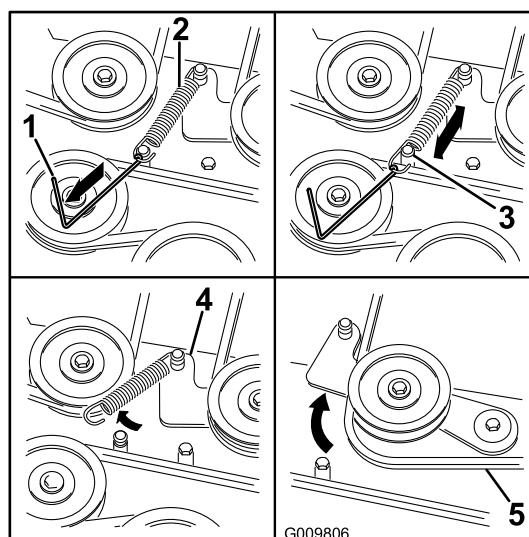

Figure 73
- À l'aide d'un outil de dépose de ressort (réf. Toro 92-5771), décrochez le ressort de l'ergot sur le plateau pour éliminer la tension sur la poulie de tension (Figure 73).
- Acheminez la courroie neuve autour des poulies du plateau de coupe et de la poulie d'embrayage, sous le moteur (Figure 73).
- À l'aide d'un outil de dépose de ressort (réf. Toro 92-5771), accrochez le ressort à l'ergot sur le plateau pour tendre la poulie de tension et la courroie de plateau de coupe (Figure 73).